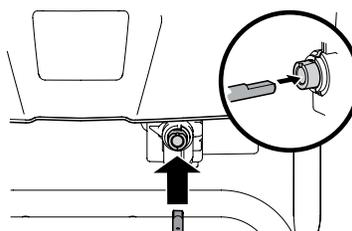

Figure 2-39
5. Insérez l'autre extrémité de la tige de commande dans le raccord sous le tableau de commande. Alignez l'extrémité plate de la tige avec l'extrémité plate du raccord. Il peut être nécessaire de tourner la tige pour aligner les deux extrémités plates. Voir l'encadré de la Figure 2-39.